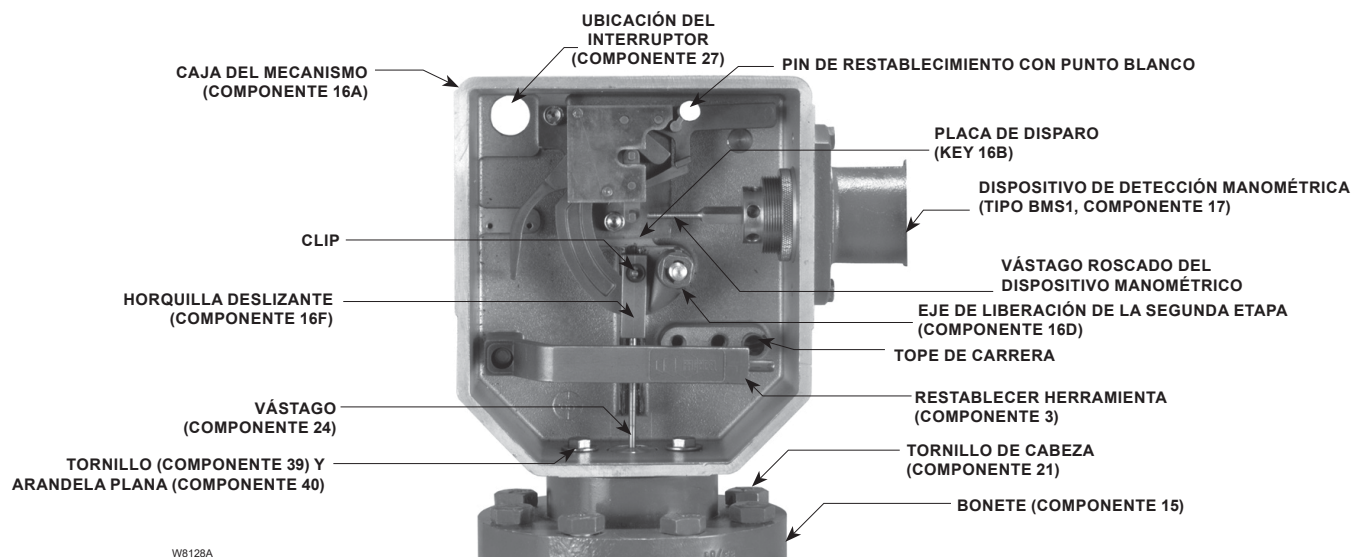

Figura 8. Piezas internas Tipo OS2
El pin de restablecimiento con punto blanco se encuentra en la ubicación central superior de la caja del mecanismo; consultar la Figura 8. Empujar este pin lejos del cuerpo de la válvula. Esta acción se bloqueará en la fase de detección (consultar el paso A de la Figura 7).
3. Retirar el tope de carrera (consultar la Figura 8).